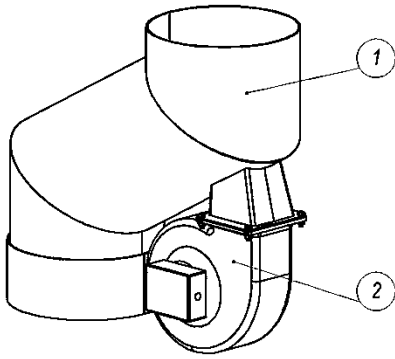

Рис.10
- е) Дымовой аспиратор (дымосос). (Рис.10).
Является дополнительной опцией, позволяющей увеличить тягу отводимых газов. Устанавливается в соответствии с Рис.10.